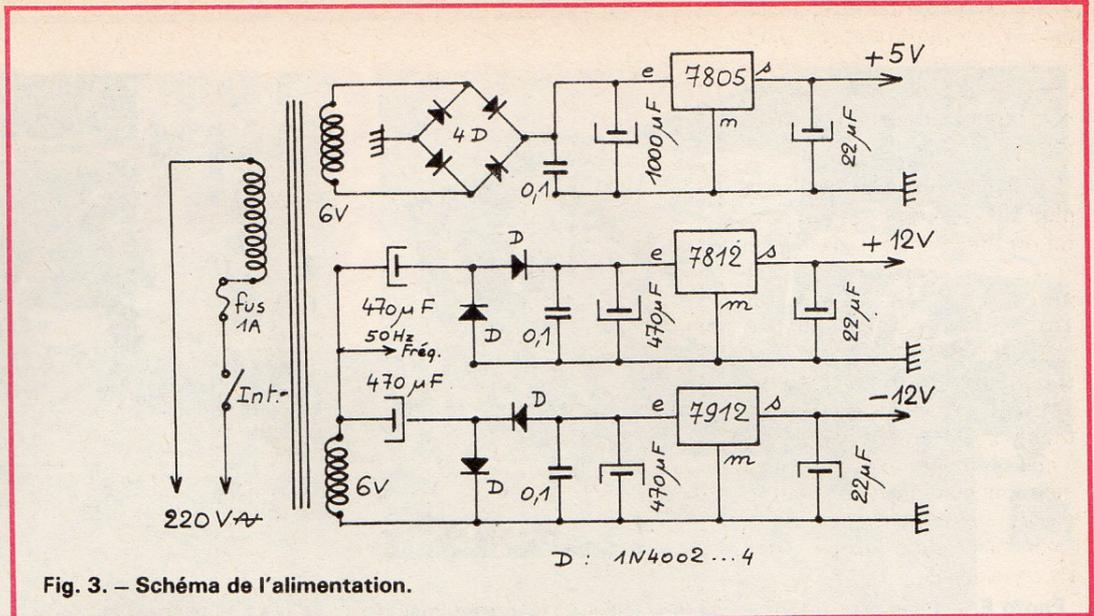

Fig. 3. — Schéma de l'alimentation.
5) L'alimentation (voir fig. 3)